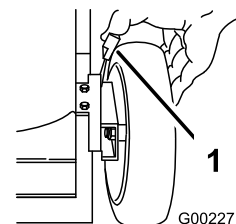

Figura 19
1. Tire de la palanca de ajuste de la altura de la rueda hacia la rueda (Figura 19) y muévala a la posición deseada.